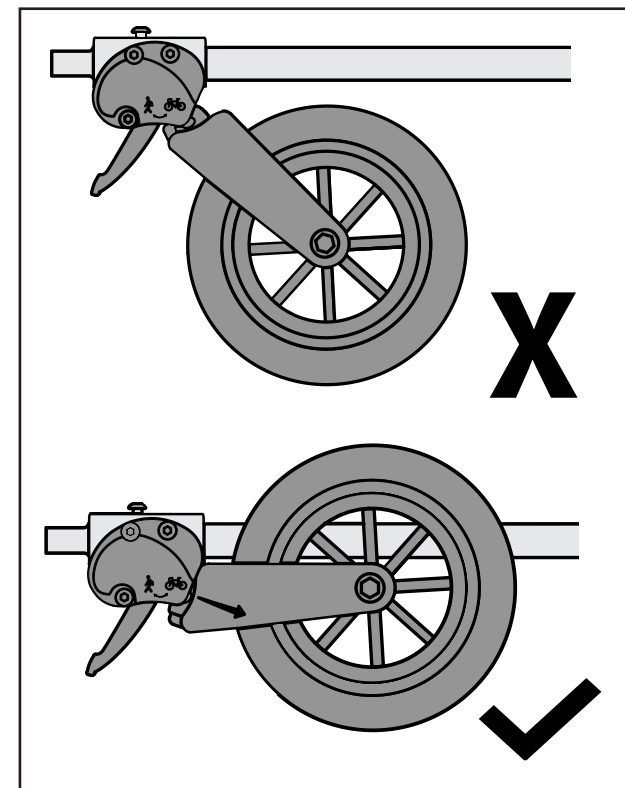
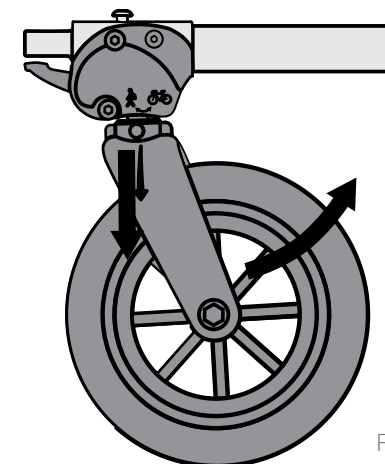

Figure 17
Figure 16
1. Tirez la fourche vers le bas (Figure 16) et faites-la pivoter pour passer en mode poussette, comme sur l'illustration. La fourche se verrouille automatiquement en mode remorque lorsqu'elle est correctement positionnée (Figure 17).